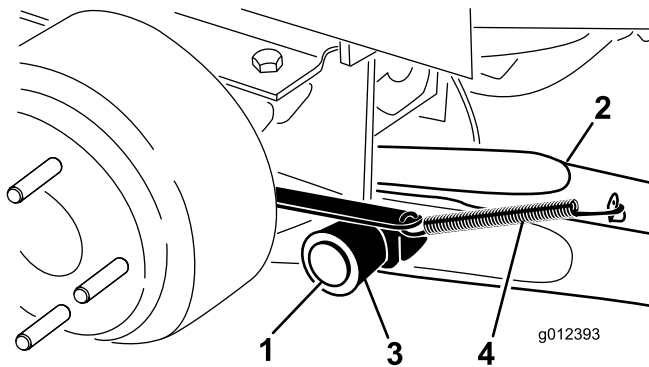

Figure 2
4. Montez un bras de relevage sur le support de pivot avec un axe de pivot et une goupille fendue (Figure 2). Installez le bras de relevage avec le coude placé vers l'extérieur.
5. Accrochez le ressort de rappel de frein à la patte du bras de levage (Figure 2).